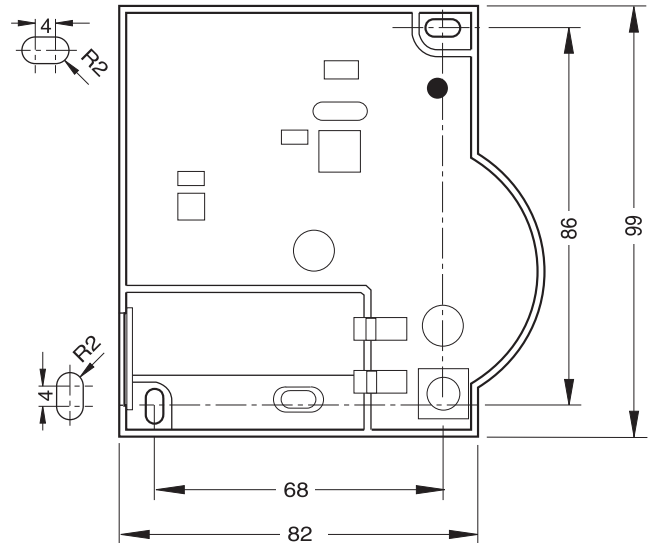

Figura 3: Diagrama de taladrado (medidas en mm)
- ▶ Marque los agujeros de taladros conforme al diagrama de taladrado (véase Figura 3).